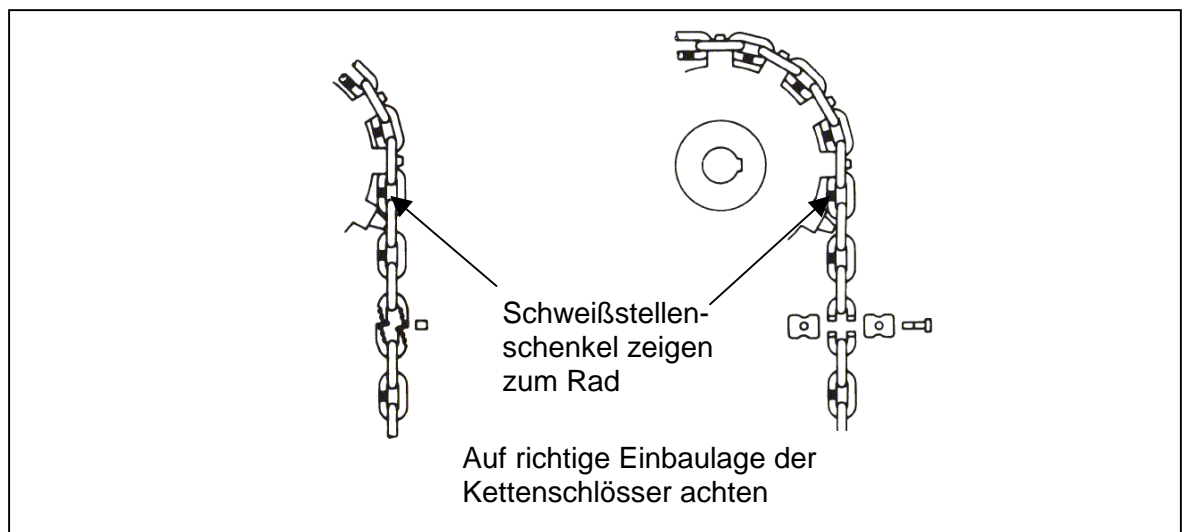

Bild 5
4.4 Ziehen Sie die Verbundenen Kettenstränge in die Anlage ein (Bild 5).
Die Schweißstellen der vertikal angeordneten Glieder müssen beim Lauf über die Zahnkettenräder zum Radmittelpunkt zeigen (Bild 5). Zug- und Biegespannungen könnten ansonsten zum Bruch der Schweißstelle führen.